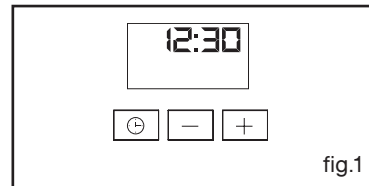

fig.1
- Kontroller, at programvælgerens display viser det korrekte klokkeslæt, og at displayet ikke blinker (fig.1).
Efter endt stegning blinker vælgeren for at angive, at du nu kan foretage en indstilling (fig.1).
Eventuelle reparationer skal udføres af en professionel kvalificeret tekniker. Når du ringer, skal du referere til apparatets model, type og serienr. Disse oplysninger finder du på skiltet (fig. 1).